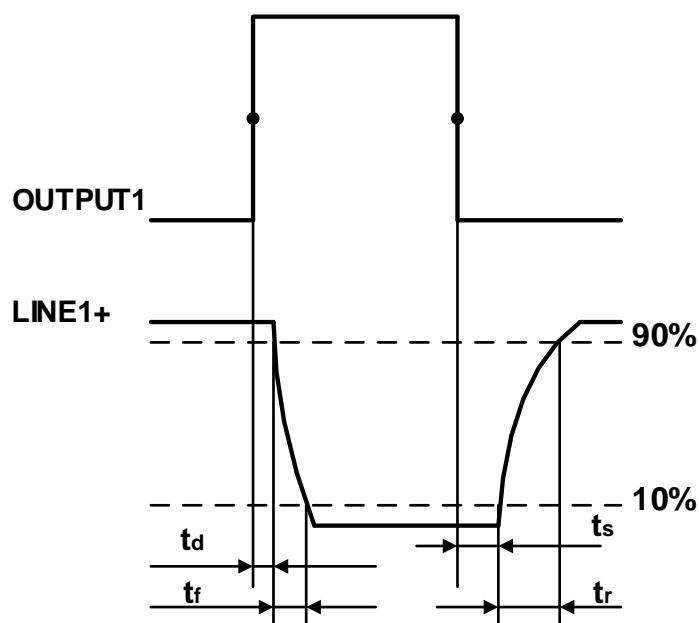

图 7-4 光耦隔离输出电路参数
- 上升沿延时 = $t_r + t_d$: $< 50\mu\text{s}$ ($0^\circ\text{C} \sim 45^\circ\text{C}$), 参数说明见图 7-4
- 下降沿延时 = $t_s + t_f$: $< 50\mu\text{s}$ ($0^\circ\text{C} \sim 45^\circ\text{C}$), 参数说明见图 7-4
- 上升沿延时=tr+td : <20μs (0°C~45°C), 参数说明见图 7-4
- 下降沿延时=ts+tf : <20μs (0°C~45°C), 参数说明见图 7-4